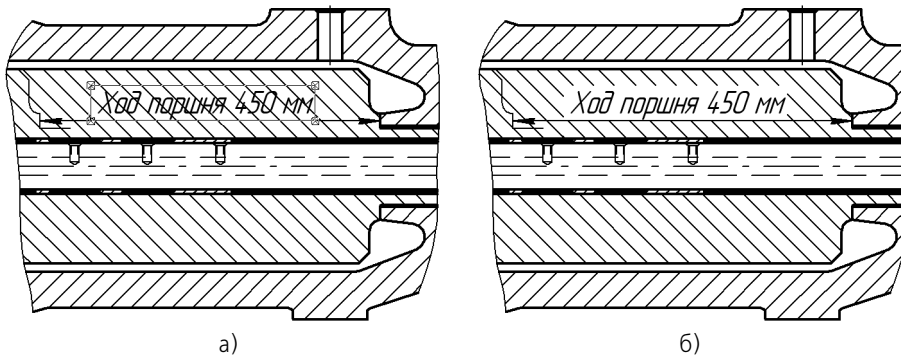

Рис. 36.7. Использование временной ломаной линии в качестве границы области очистки: а) формирование ломаной, б) результат операции
Если границей очищаемой области является ломаная, не совпадающая полностью ни с одним из имеющихся контуров (рис. 36.7), сформируйте ее вручную. Для этого нажмите кнопку **Ручное рисование границ**. Дальнейший порядок действий описан в разделе 20.1.1 на с. 154.
- ▼ Если в числе объектов, частично попавших в область для очистки, есть объекты оформления (линии-выноски, обозначения баз, допусков формы и т.п.), то в большинстве случаев они удаляются полностью. Размеры имеют следующую особенность: они не удаляются, если в области для очистки оказалась размерная надпись. Благодаря этому можно получать изображения, показанные на рис. 36.7.